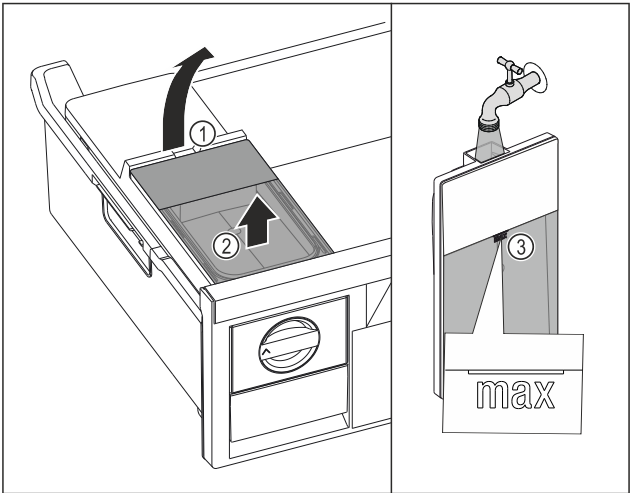

Fig. 128
- 从凹槽 Fig. 128 (1) 抬起水箱。
- 向上取出水箱。 Fig. 128 (2)
- 向水箱注入饮用水，直至标记 Fig. 128 (3)。